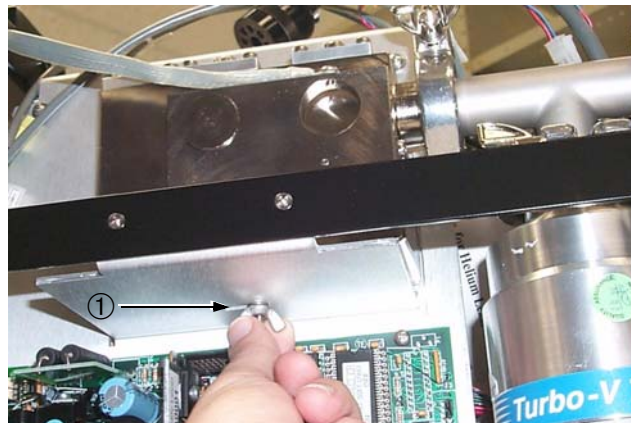

Abbildung 4-4 Flügelmutter
6. Drehen Sie die Flügelmutter ① an der Unterseite des Blechs unter dem Spektrometerrohr ab (Abbildung 4-4).